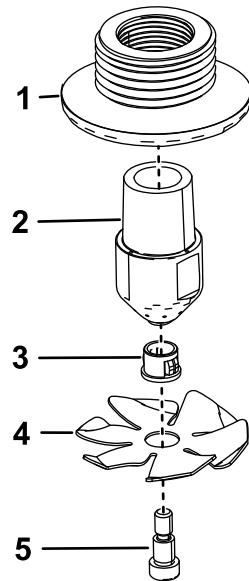

Figure 5
- Assemblez les 2 buses de rinçage comme montré à la Figure 5.